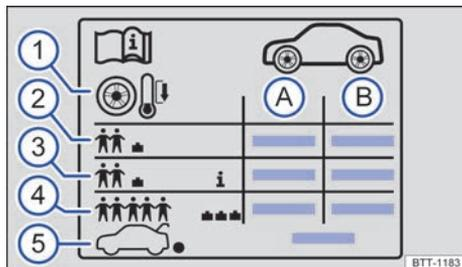

Fig. 257 Símbolos en el adhesivo de la presión de los neumáticos.
Datos que figuran en el adhesivo → fig. 257:
En función del vehículo, el adhesivo de la presión de los neumáticos puede incluir una presión de confort → fig. 257 ③. La presión de confort permite aumentar el confort de marcha. Cuando se circula con la presión de confort, puede que se incremente el consumo de combustible.